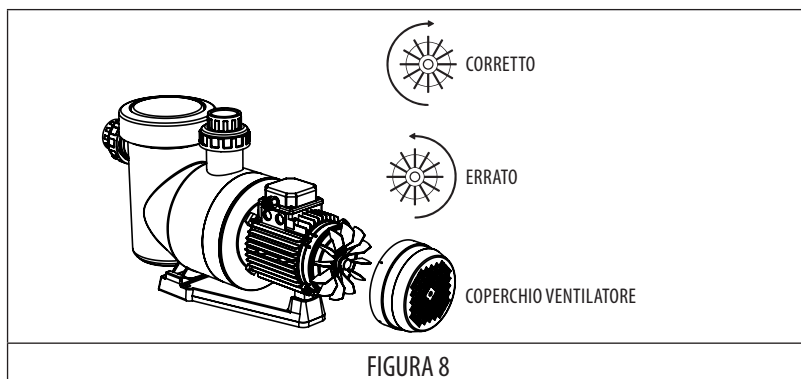

FIGURA 8
- Controllare che il motore ruoti nella direzione corretta (guardare la ventola situata nella parte posteriore del motore) (FIGURA 8).